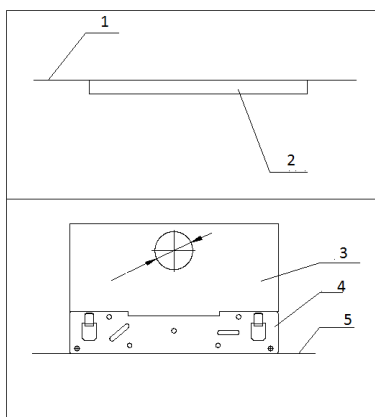

Рис. 7
- далее котел навесьте на подвесную панель (рис. 7)